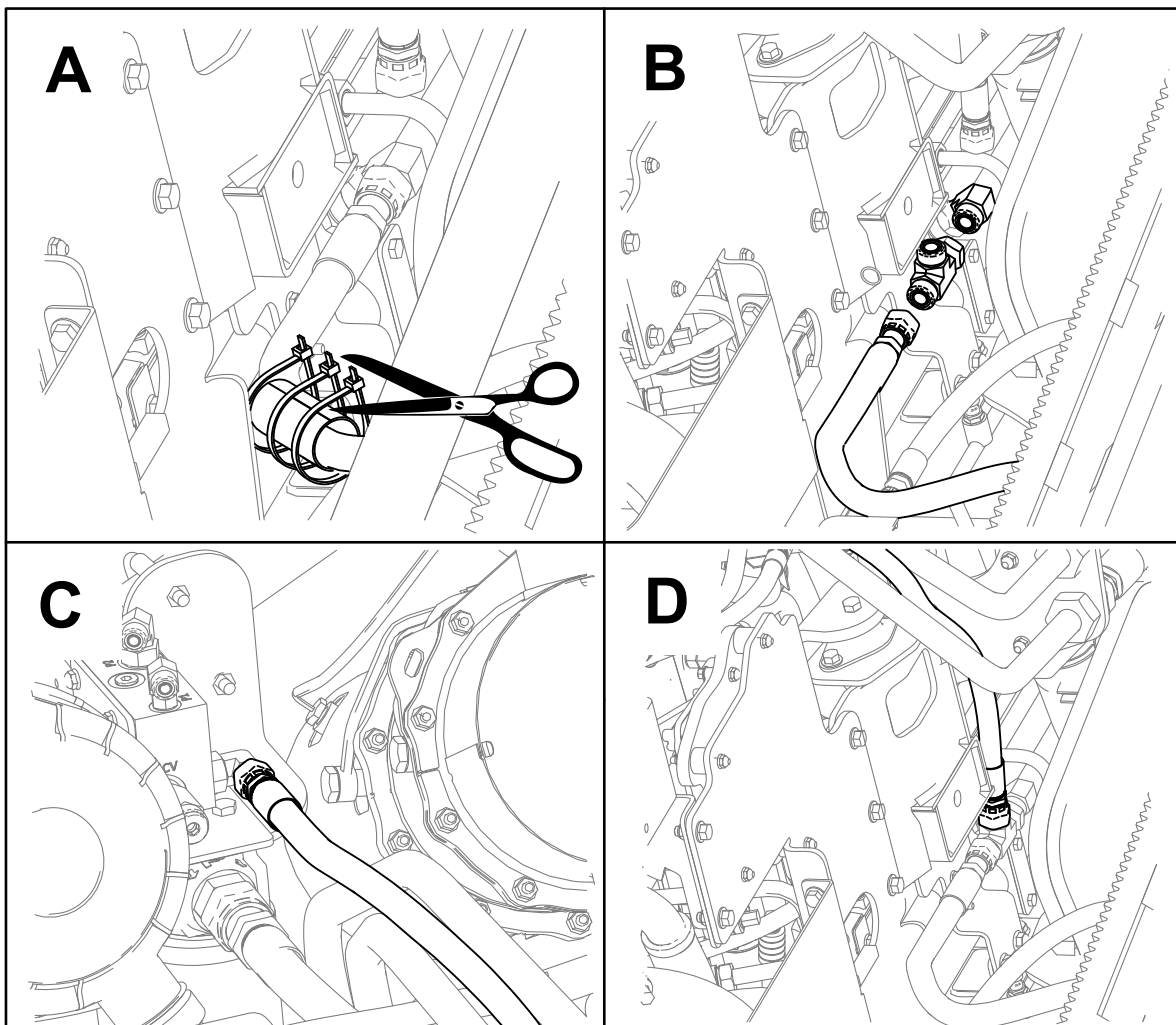

Figure 4
1. Coupez les serre-câbles autour de la protection du flexible et mettez la protection de côté (encadré A de la Figure 4).
2. Débranchez le flexible du raccord sur la conduite rigide du carter (encadré B de la Figure 4).
3. Installez le grand raccord en T entre le raccord et le flexible débranché (encadré B de la Figure 4).
4. Branchez le flexible de 84 cm (33 po) dans l'orifice CD du collecteur et le haut du raccord en T (encadrés C et D de la Figure 4).